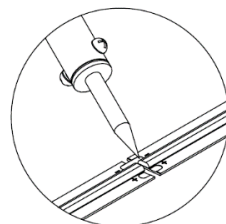

Рисунок 4.
5.4. Если необходимо соединить два отрезка ленты, следует совместить их и припаять перемычками соответствующие контактные площадки (необходимо соблюдать полярность «+» и «-») (см. Рисунок 4). При этом запрещается перегревать саму ленту и светодиоды (пайка паяльником при температуре не более 260°С, время пайки не должно превышать 10 секунд).